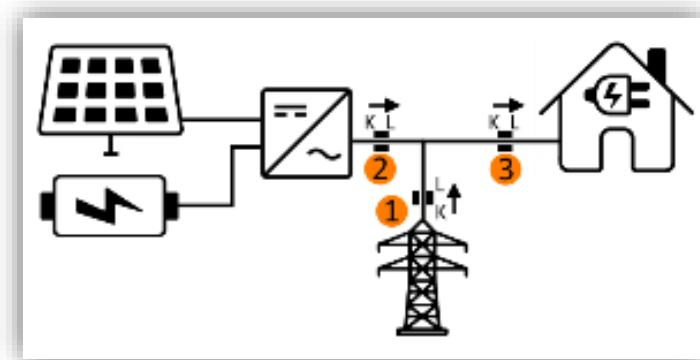

Figura 156. Esquema de instalación con paneles solares y batería
En este apartado se define en qué puntos de la instalación debe hacerse la medición para tener un correcto funcionamiento de la pestaña global del monitor de energía. En la Figura 156 se muestra el esquema de una instalación con placas solares y batería:
- **Instalación sin placas solares ni batería:** solo se tendrá el punto 1 mostrado en el esquema de la Figura 156.